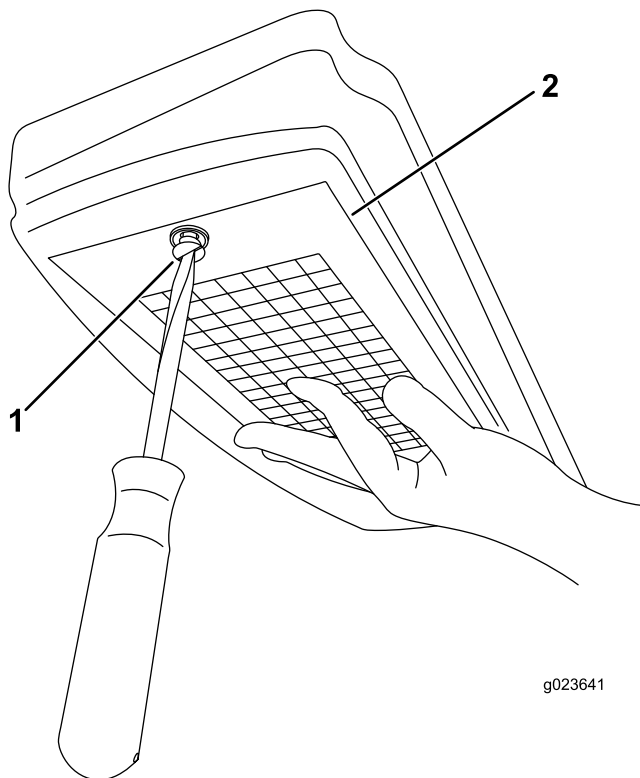

Bild 129
3. Nehmen Sie die Schraube und die Abdeckung ab, in der der Luftfilter sitzt (Bild 129).